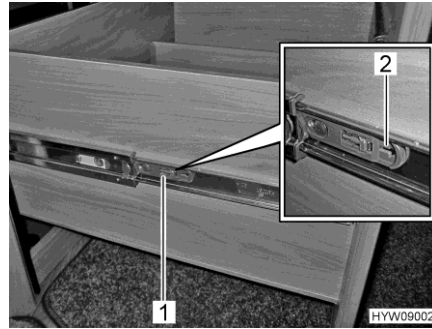

Fig. 135 Cajón del bar
- A ambos lados del cajón del bar, tirar la oreja de fijación (Fig. 135,1) en el sentido de la flecha (Fig. 135,2). Entonces, se podrá extraer el cajón del bar más allá del tope del mismo.